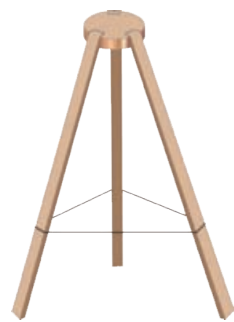

图1-66 拴了橡皮筋的三脚架
2. 在三脚架的3条腿处拴上橡皮筋（图1-66），重复试验1的加载过程，观察橡皮筋的变化，并记录橡皮筋的长度变化。橡皮筋发生的变化说明了什么？